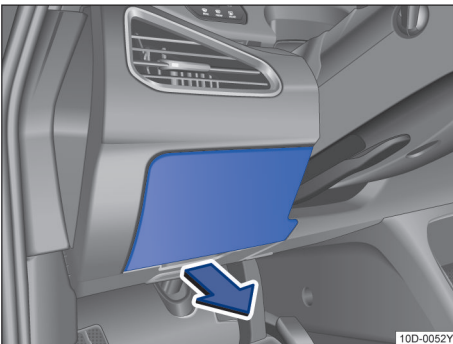

图 126 在驾驶员侧仪表板上：保险丝盒盖板
- 在→图 126 标识的箭头位置，使用手指或塑料工具（避免划伤零件外观）向箭头方向用力，将保险丝盒盖板拆下。